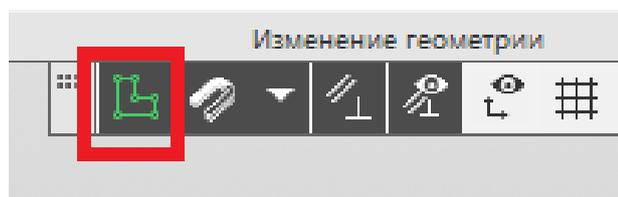

Рис. 44
41. Завершаем построение эскиза нажатием на пиктограмму «Создать эскиз» (рис. 44).